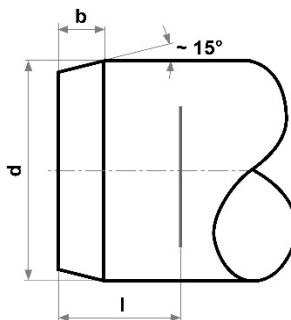

Bild 1
- ➔ Rohrende gemäß Bild 1 und Tabelle 1 anfasen.